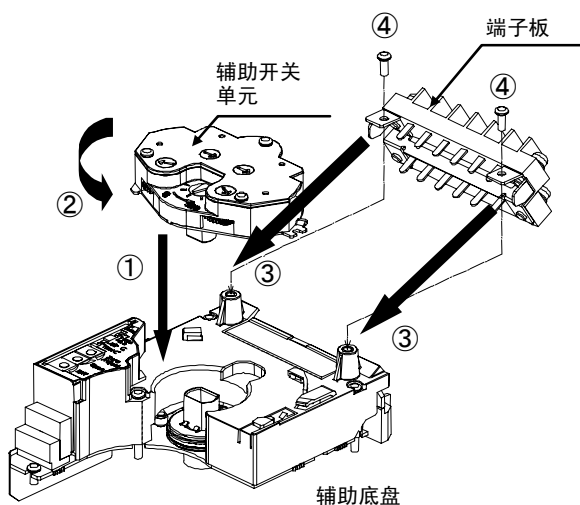

图8 安装辅助开关
- ② 将辅助开关单元的轴插入到执行器的轴内。(箭头前端要与刻度一侧相吻合)
(参照图8的①)
- ③ 请按逆时针方向旋转辅助开关单元,直到听到咔嚓声为止。(参照图8的②)
- ④ 将端子板制动器的孔与底盘的螺丝孔对准。(参照图8的③)
- ⑤ 安装螺丝(2处)。(参照图8的④)